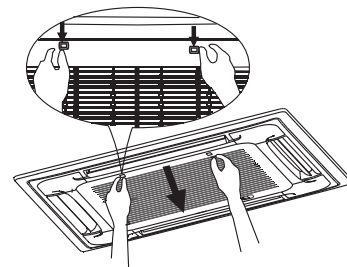

Рис. 6-1
- 1 **Откройте воздухозаборную решетку.** Одновременно переместите два фиксатора решетки в среднее положение, как показано на рис. 6-1. После этого откройте решетку.
- 2 **Снимите воздухозаборную решетку (вместе с воздушным фильтром), как показано на рис. 6-1).** Откиньте решетку приточного воздуха на угол 45° и снимите ее, слегка приподняв.